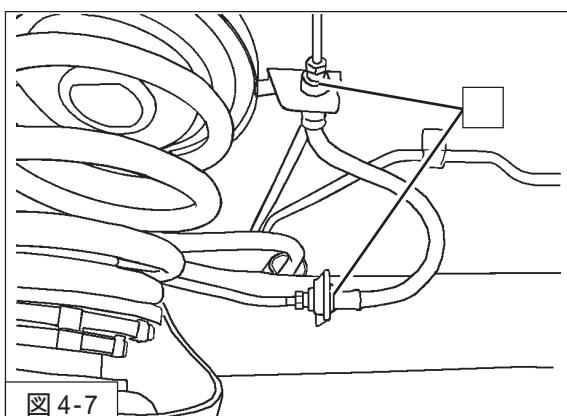

図4-7
- ブレーキホースクリップを取り付けてください。(図4-7)